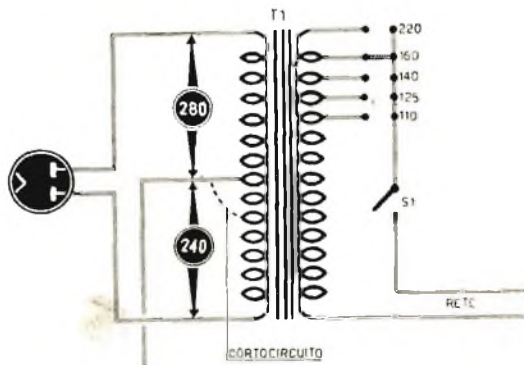

Fig. 4
Per gli schemi di cui a figg. 3 e 4 - 6a puntata, si potrà pensare all'abbrucimento del secondario del trasformatore di alimentazione, o all'interruzione del terminale della presa centrale dell'alta tensione che si collega a massa, o ancora che esista interruzione nella resistenza che collega a massa il centro alta tensione (vedi fig. 4 - 6a puntata).
35) Controllare che la resistenza che collega la raddrizzatrice — o il raddrizzatore al selenio (figg. 1 e 2 - 6ª puntata) — al trasformatore non risulti interrotta, o che l'interruzione riguardi la resistenza che collega il centro alta tensione alla massa (fig. 4 - 6ª puntata).